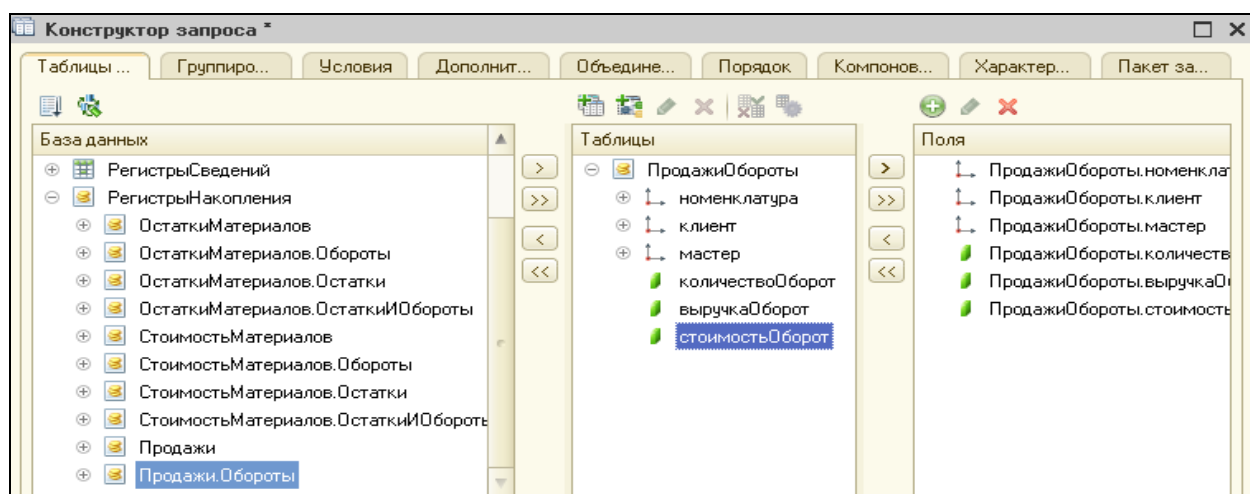

Рисунок 4.59 Выбранные поля для запроса
3. В качестве источника данных выбрать таблицу регистра накопления **Продажи.Обороты**. Выбрать из таблицы все поля (рис. 4.59). Нажать ОК.